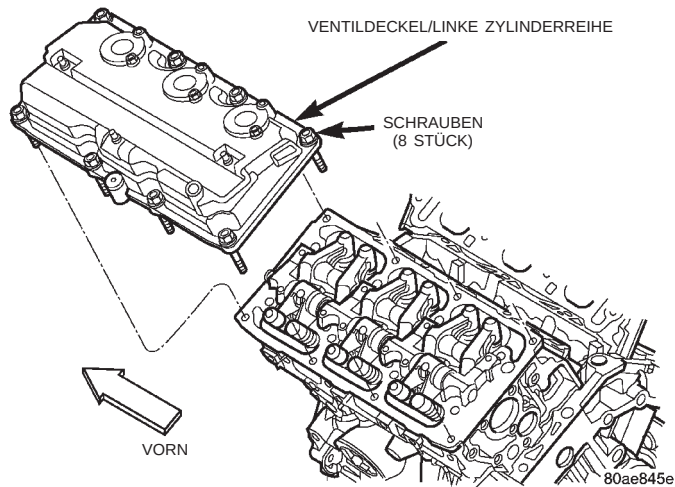

Abb. 34 Ventildeckel
(4) Ventildeckelschrauben herausdrehen und Deckel abnehmen (Abb. 34).
(3) Ventildeckelschrauben eindrehen und mit 12 N·m (105 in. lbs.) anziehen (Abb. 34).
(4) Zündspulen einbauen und alle Steckverbinder anschließen.
(5) Oberen Ansaugluftsammler und Ansaugluftfilter einbauen.